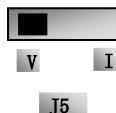

图 4-7
- (8) 闭合 DI3 开关, 电机开始正向运转;
- (9) 在运行中, 可调节设定电位器, 修改改变频器当前设定频率;
- (10) 在运行中, 断开 DI3 开关, 再闭合 DI4 开关, 电机运行方向改变;
- (11) 断开 DI3 开关和 DI4 开关, 电机减速, 直到停止运行;
- (12) 断开空气开关, 变频器断电。
- (13) EP66 系列有两路模拟量输出端子 A01、A02, A02 端子只可以输出电流信号; A01 端子既可以输出电压信号也可以输出电流信号, 电压电流输出选择开关是 J5, 见图 4-7, A01 输出关系如表 4-4.